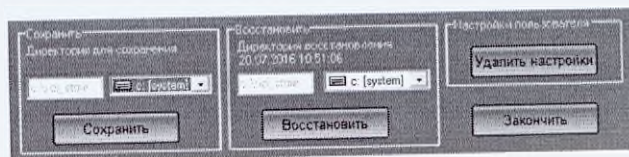

Рис. 8.2. Резервное сохранение и восстановление настроек
**манипулятора** нажать кнопку **Резерв Настр.**, расположенную на вкладке **Настройки** (рис.3.10). В результате этих действий откроется форма **Резервное сохранение и восстановление настроек**, рис. 8.2.